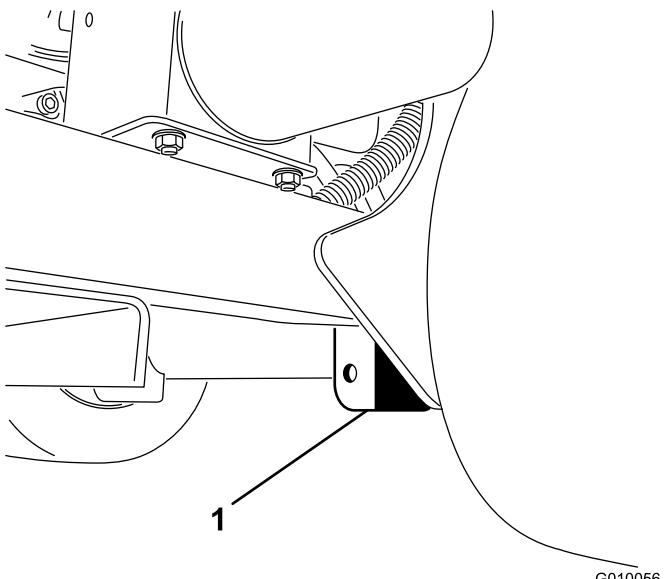

Figura 41
2. Collocate il cavalletto metallico con sicurezza sotto la piastra del telaio, appena oltre la ruota posteriore (Figura 41).